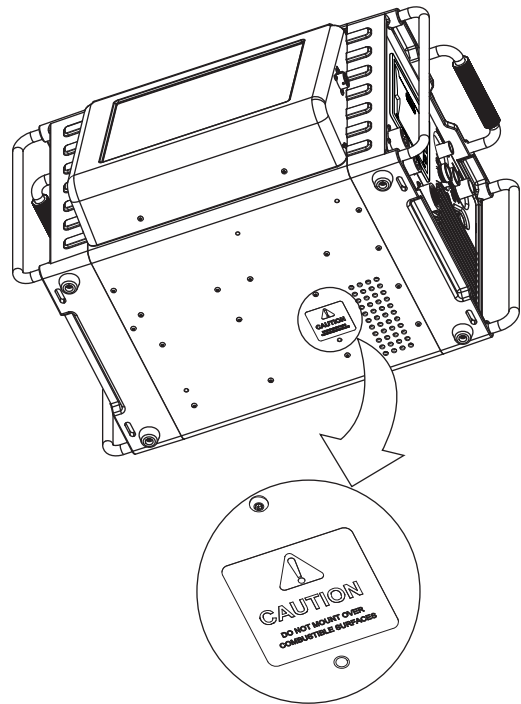

図 1 — M200 パワー・サプライ底部に貼付されている警告ラベル
- M200 パワー・サプライを可燃性物質の上に置かないでください。M200 パワー・サプライ底部に貼付されているラベルを参照してください（図 1）。